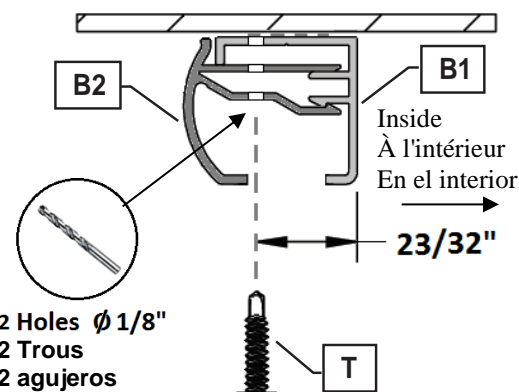

Fig 6b
5. Drill $\varnothing 1/8"$ pilot holes through the interior of the **2pc Header Assembly (b1 / B2)** at 2" from **Wall Jamb (C)** and **Inline Post (E)**. Drill the holes $23/32"$ (0.719) from the back of the **Inside Header (B1)**, just inside the **Outside Snap Header (B2)**. (Fig 6b/6c)
6. Secure the **Outside Snap Header (B2)** to the **Inside Header (B1)** with two **#8 x 3/4" PHPT Header Snap Cover Screws (T)**. (Fig. 6b/6c)
5. Percez des avant-trous de $\varnothing 1/8$ po à travers l'intérieur de l'**assemblage de linteau 2pc (b1 / B2)** à 2 po du **montant de mur (C)** et du **poteau en ligne (E)**. Percez les trous à $23/32$ po (0,719) de l'arrière du rail intérieur (B1), juste à l'intérieur du **couvercle extérieur à déclic (B2)**. (Fig. 6b/6c)
6. Fixez le **couvercle à encliquetage extérieur (B2)** au **rail intérieur (B1)** avec deux **vis de couvercle à enclenchement du rail PHPT n° 8 x 3/4 po (T)**. (Fig. 6b/6c)